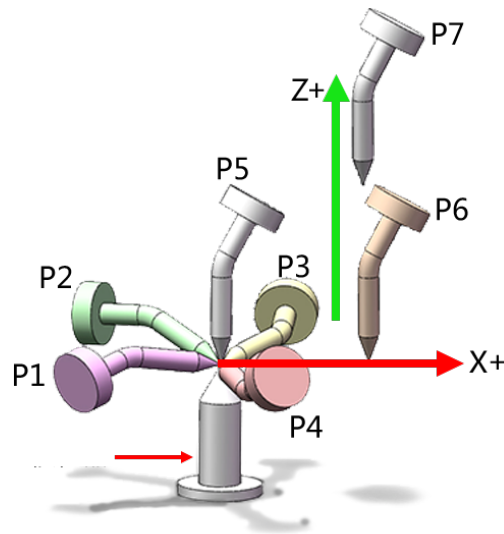

图 3-41: 三点法示教坐标系方向
- 需要注意的是，对于此种情况，P1-P5 的控制点要始终保持与校准枪的尖点接触，如图 3-41 所示。